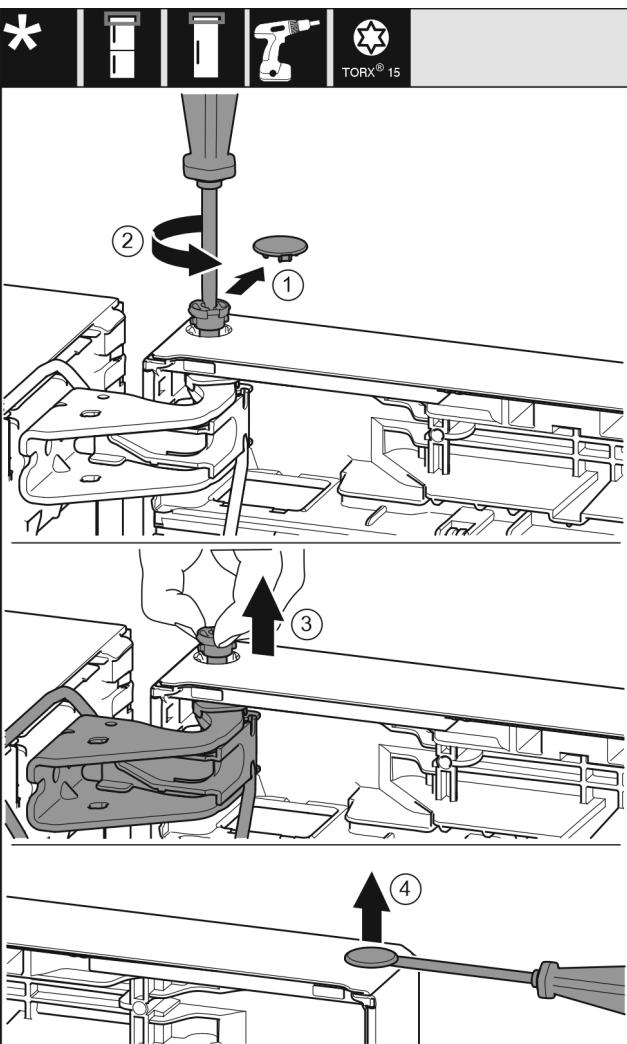

Fig. 10
- ▶ Oprezno skinite sigurnosni pokrov. *Fig. 10 (1)*
- ▶ Odvijačem T15 malo odvijte svornjak. *Fig. 10 (2)*
- ▶ Čvrsto držite vrata i prstima izvucite svornjak. *Fig. 10 (3)*
- ▶ Ravnim odvijačem oprezno podignite čep iz čahure ležaja vrata i izvucite ga. *Fig. 10 (4)*